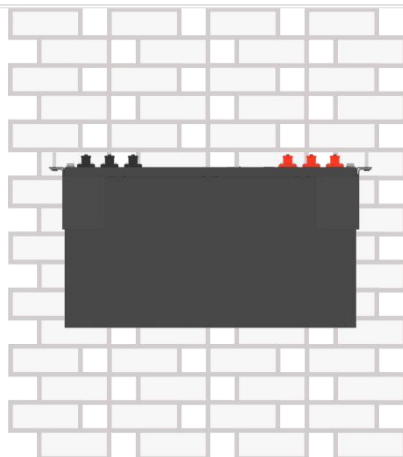

Figura 3-8
5. Transporte o eleve el Dyness Buddy hasta el soporte de batería instalado. Fije el soporte y la parte superior de la caja de la batería con tornillos M5, manteniendo una fuerza de torsión de 9,8 Nm, como se muestra en la Figura 3-8